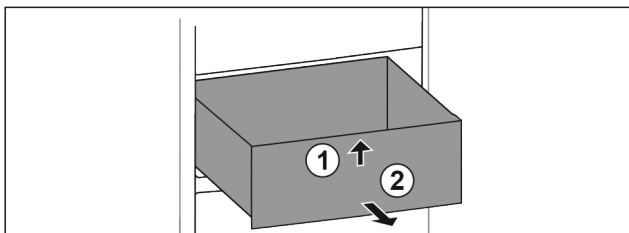

Fig. 113
- Podignite ladicu sprijeda. Fig. 113 (1)
- Izvadite ladicu prema naprijed. Fig. 113 (2)